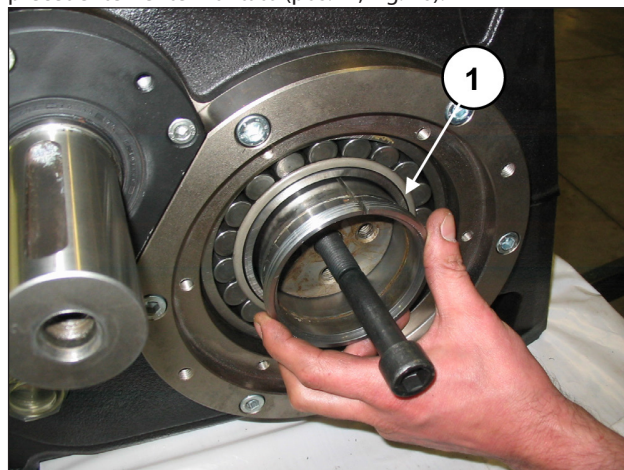

Fig. 76
Inserire parzialmente le due bussole di pressione mantenendo l'albero a gomiti sollevato mediante il perno M16 precedentemente montato (pos. ①, Fig. 76).